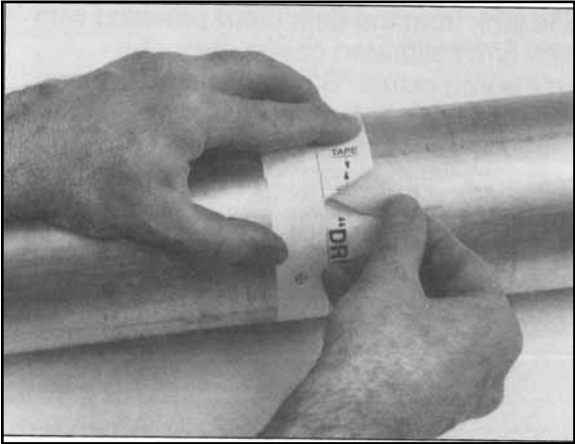

Figura 5: Aplique o Molde
- 5. Enrole e fixe o molde de corte matriz de perfuração firmemente em volta do tubo de descarga com a borda inferior do molde alinhada com a marca feita no Passo 4. (veja Figura 5).